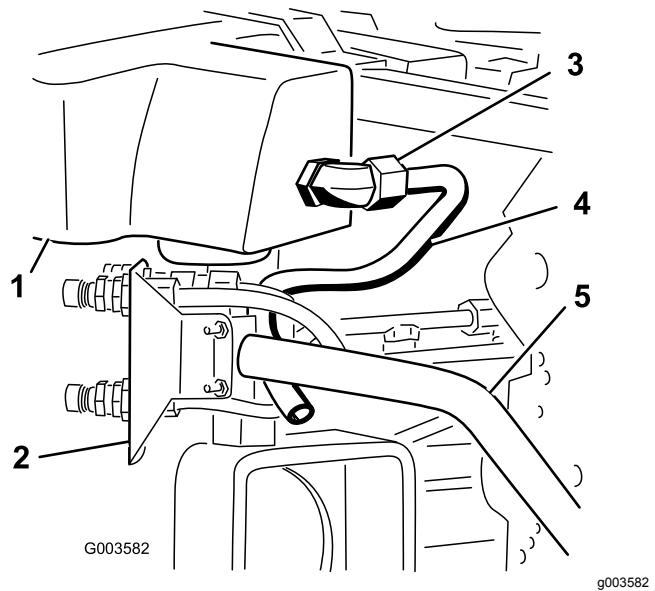
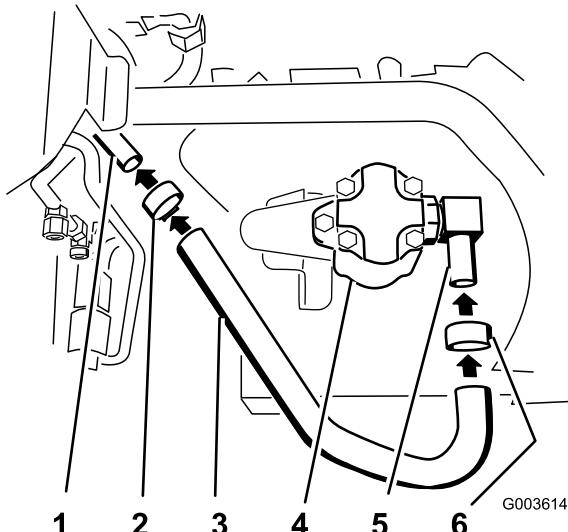
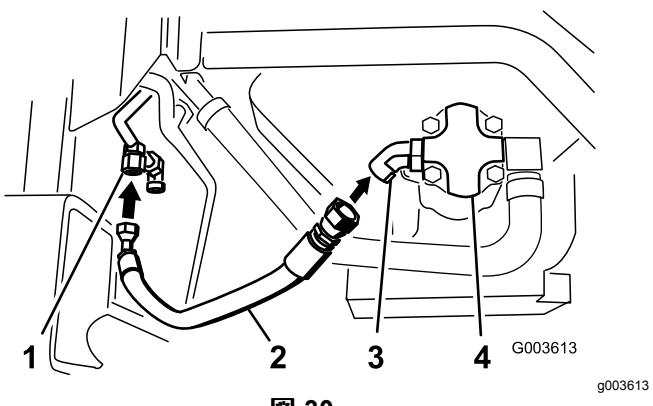
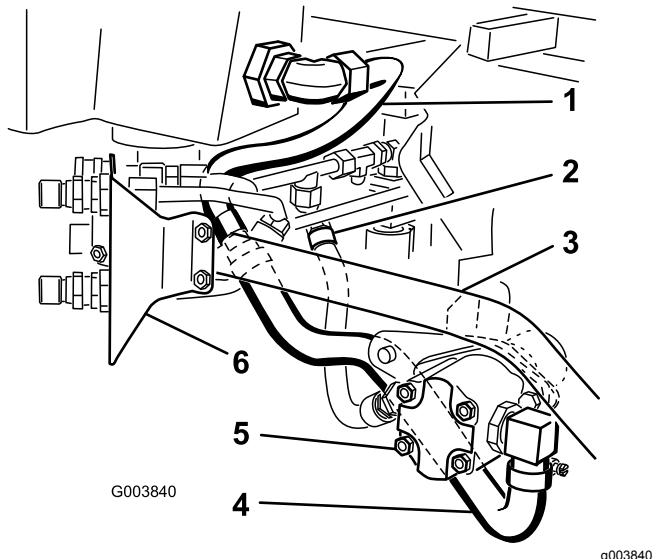

図 26
図 27
図 30
図 31
4. 図 26 に示すように、油圧ライン3番を機体に位置決めする。
5. ストレーナと油圧オイルタンクに取り付けた大きい90度エルボに、油圧ライン3番を取り付ける図26と図31。
2. この太い油圧ホースを、油圧オイルポンプの側部に取り付けた90度エルボに取り付ける図27と図31。
3. ホースとエルボにつけたホースクランプを締め付ける図27。
4. 太い油圧ホースを油圧ライン3番に取り付ける図27。
5. ホースと油圧ライン3番のにつけたホースクランプを締め付ける図27。
9. フィッティング付きの油圧ホースを、油圧ポンプに取り付けた45度エルボに取り付ける図30と図31。
10. 油圧ホースと油圧ラインと油圧ポンプとの位置関係については図31を参照のこと。